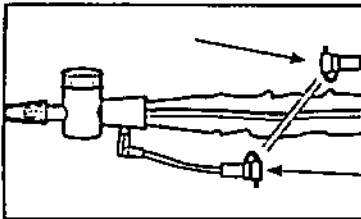

Fig. 3
1. Para el lavado, introduzca el catéter a la profundidad deseada e instale el líquido por el orificio más próximo a la válvula de control manual (Fig 3).